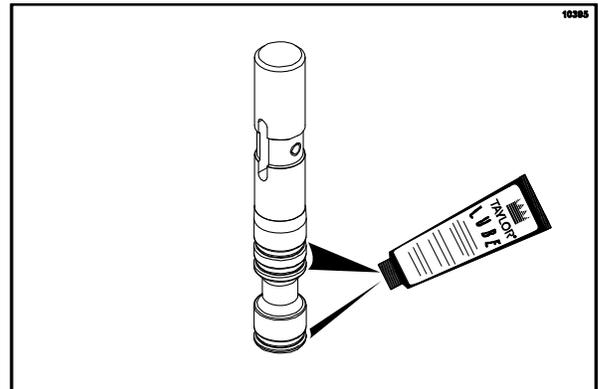

Figura 135
- Si las piezas están en buen estado, arme la válvula de extracción. Deslice las tres juntas tóricas hasta las ranuras de la válvula de extracción y lubríquelas. (Vea la figura 135).